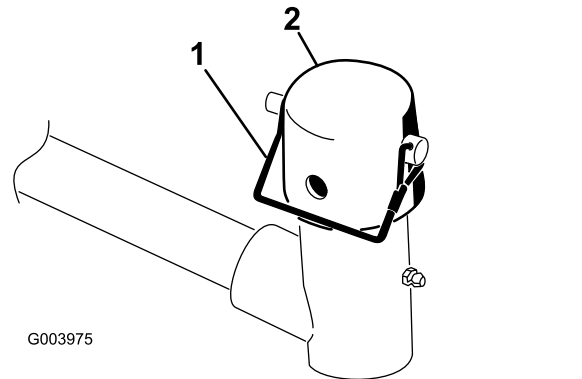

Figura 9
- Retire el pasador de seguridad y el tapón de la horquilla de pivote del brazo de elevación (Figura 9).
Nota: Utilice la ranura si se desea que la unidad de corte sea dirigible, y utilice el taladro si la unidad de corte va a quedar bloqueada en una posición fija (Figura 9).